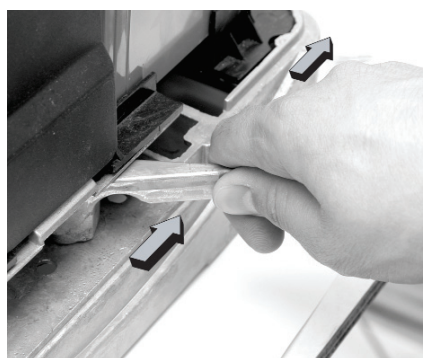

Fig. 5
- 3 - Débloquer le motoréducteur en tirant vers la droite le levier de déblocage mécanique (Fig. 5).
En cas de chute d'alimentation de réseau, la batterie de secours (optionnelle) garantit le fonctionnement de l'automatisme pour une période limitée. Si la batterie est déchargée ou non utilisée, déverrouiller manuellement le moteur en ouvrant le couvercle avec la clé appropriée (voir fig. 1A, Fig. 1B, Fig. 1C) et tourner le levier du déverrouillage de 180° selon les aiguilles de la montre (Fig. 5). Fermer à nouveau le couvercle.